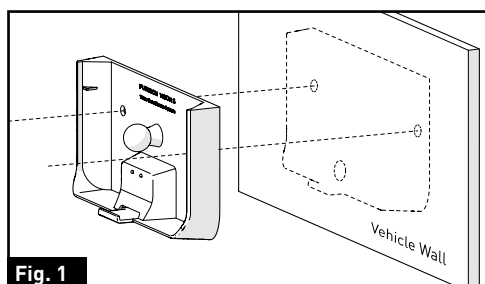

Fig. 1
2. Marquez le contour sur la paroi en utilisant le support de montage fourni. (Fig. 1)